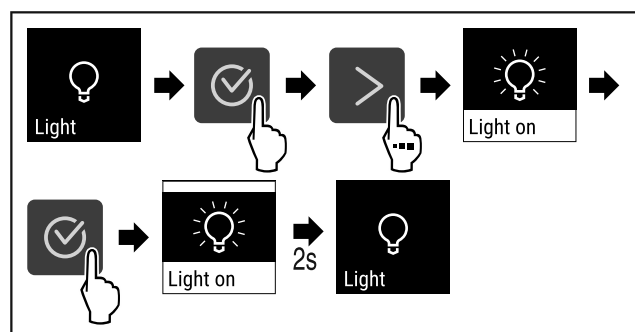

Fig. 68
- ▶ Εκτελέστε τα βήματα ενεργειών (βλέπε Fig. 68) .